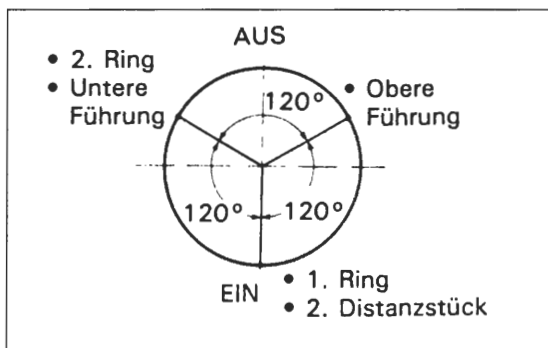

Bild 218
- ⚠ Kolben mit Pfeilmarkierung in Fahrtrichtungweisend montieren (Bild 218), Die beim Ausbau gemachten Markierungen beachten.